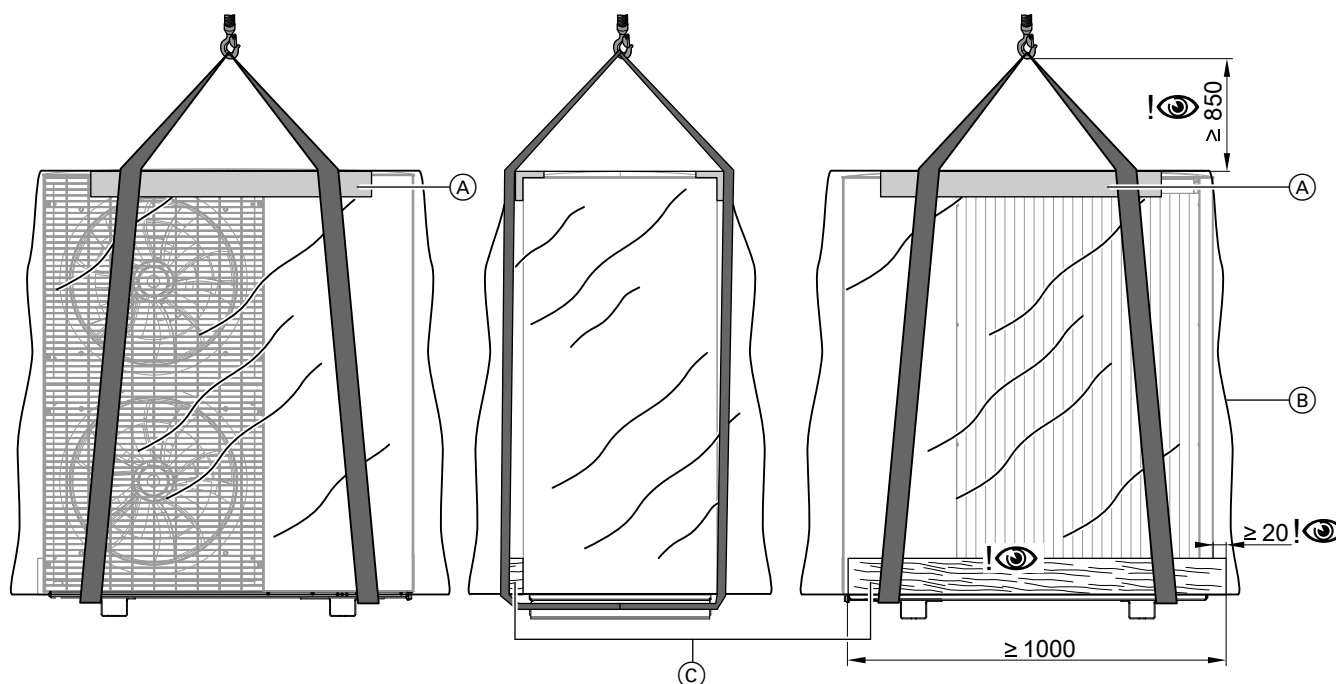

Fig. 7 Transport avec une grue à l'exemple de l'unité extérieure avec 2 ventilateurs
3. Placer des cornières protège-arête non fournies sur le bord supérieur avant et arrière de l'unité extérieure. Placer des sangles dans les règles de l'art autour de l'unité extérieure : voir fig. 7.